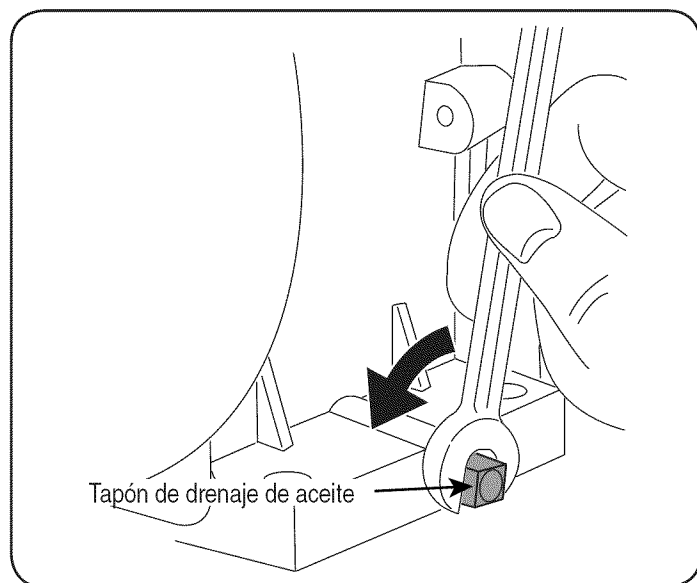

Figura 24
5. Saque el tapón de drenaje del aceite. Vea la Figura 24.